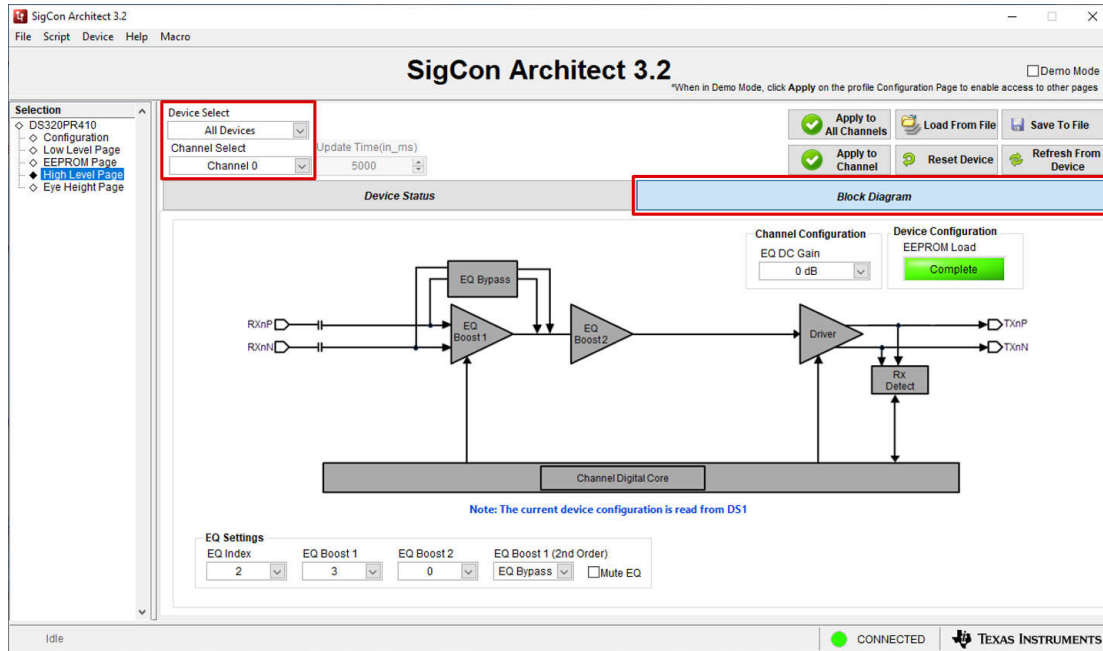

图 5-2. 顶层页面：“Block Diagram”选项卡、器件和通道选择
2. 点击 **Block Diagram** 选项卡可显示图 5-2 中突出显示的屏幕。在此处，可以调整每个通道的 EQ 设置 (EQ 指数、EQ 增强、EQ 直流增益)。要对特定器件或通道的设置进行编程，请从相应的 **Device Select** 和 **Channel Select** 下拉菜单中选择器件和通道。